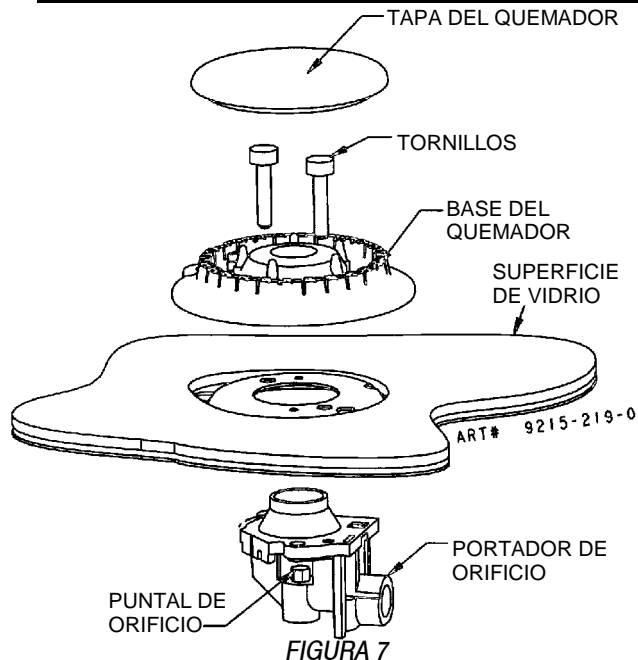

FIGURA 7
**Paso 2:** Quite la base del quemador sacando 2 tornillos. (Vea la figura 7.)
**Paso 3:** Oprima con firmeza una llave para tuercas de 9/32" (7 mm) sobre los puntales de orificio (figura 7) y afloje los puntales girándolos en sentido contrario al de las manecillas del reloj. Levante cuidadosamente la llave para tuercas de la garganta del quemador. Los puntales de orificio deben quedar adentro del hueco. Repita este paso con cada uno de los quemadores.